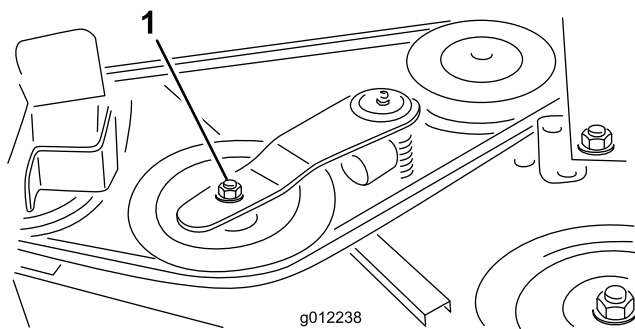
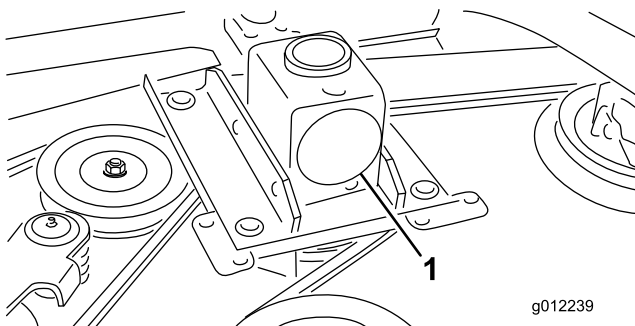

Figura 30
Figura 31
2. Usando una llave dinamométrica u otra herramienta similar, aleje la polea tensora (Figura 30) de la correa de transmisión para aliviar la tensión de la correa y poder retirar la correa de la polea de la caja de engranajes (Figura 31).